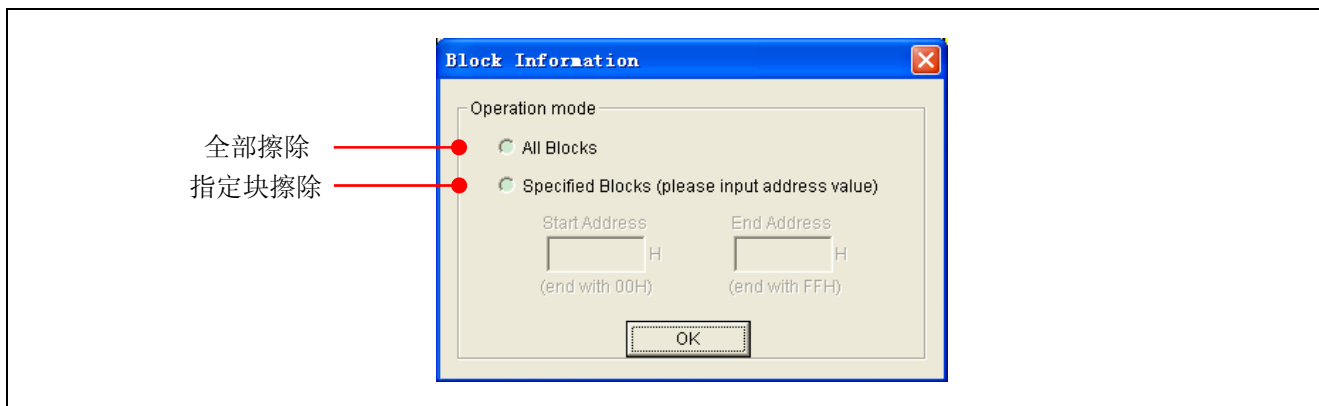

图 2.14 块信息对话框
1) 单击“Erase”按钮，将弹出如图 2.14 所示的对话框。在此对话框中，可以选择所有块的操作，或者选择操作某一些指定的块。
- 1) 单击“Blank Check”按钮，将弹出如图 2.14 所示的块信息对话框